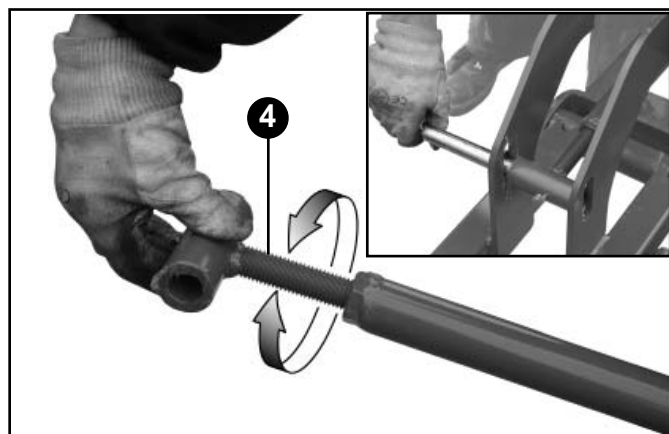

fig. 50
Nella posizione di lavoro, i segmenti dei bracci del segnafile devono essere allineati come indicato in Fig. 49. Tale condizione si ottiene regolando la lunghezza del tirante (4) Fig. 50.